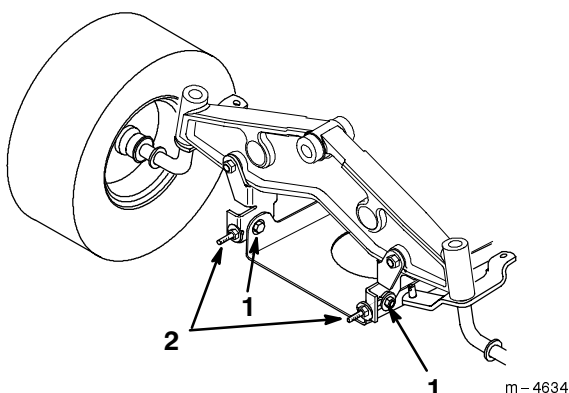

Figure 53
7. Pour régler l'inclinaison avant/arrière des lames, desserrez légèrement les boulons de fixation de la plaque de pivot avant (Fig. 53).
8. Tournez les contre-écrous des boulons à œil pour modifier le réglage (Fig. 53). Serrez les contre-écrous pour relever l'avant du plateau et deserrez-les pour abaisser l'avant du plateau.
10. Quand l'inclinaison avant/arrière est correcte, resserrez les boulons de fixation de la plaque de pivot (Fig. 53).